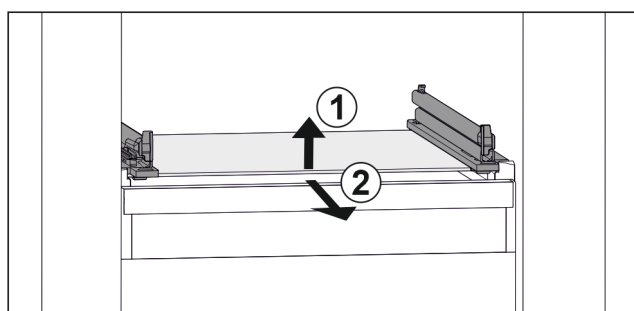

Fig. 140 Przykładowa prezentacja płyty szklanej
- ▶ Unieść płytę szklaną z przodu. Fig. 140 (1)
- ▶ Wyjąć płytę szklaną do przodu. Fig. 140 (2)